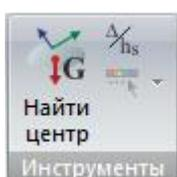

Рис. 55. Панель **Инструменты**
- **Инструменты** (рис. 55) - операции по настройке графического отображения результатов и исходных данных схемы, а также функции по представлению исходных данных.